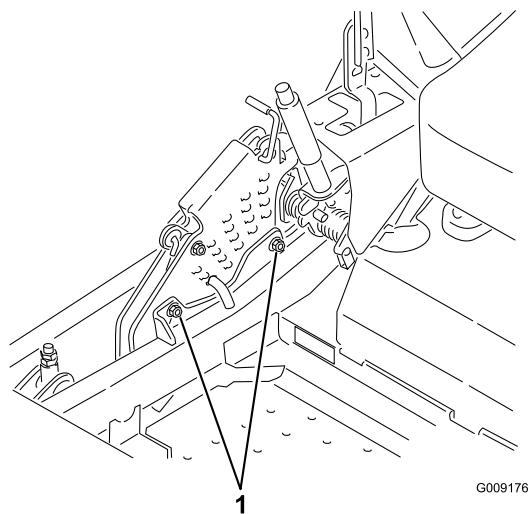

**Figura 87**
13. Se il piatto è troppo basso, serrate il bullone di regolazione da un punto unico ruotandolo in senso orario. Se il piatto è troppo alto, allentate il bullone di regolazione da un punto unico ruotandolo in senso antiorario (Figura 87).